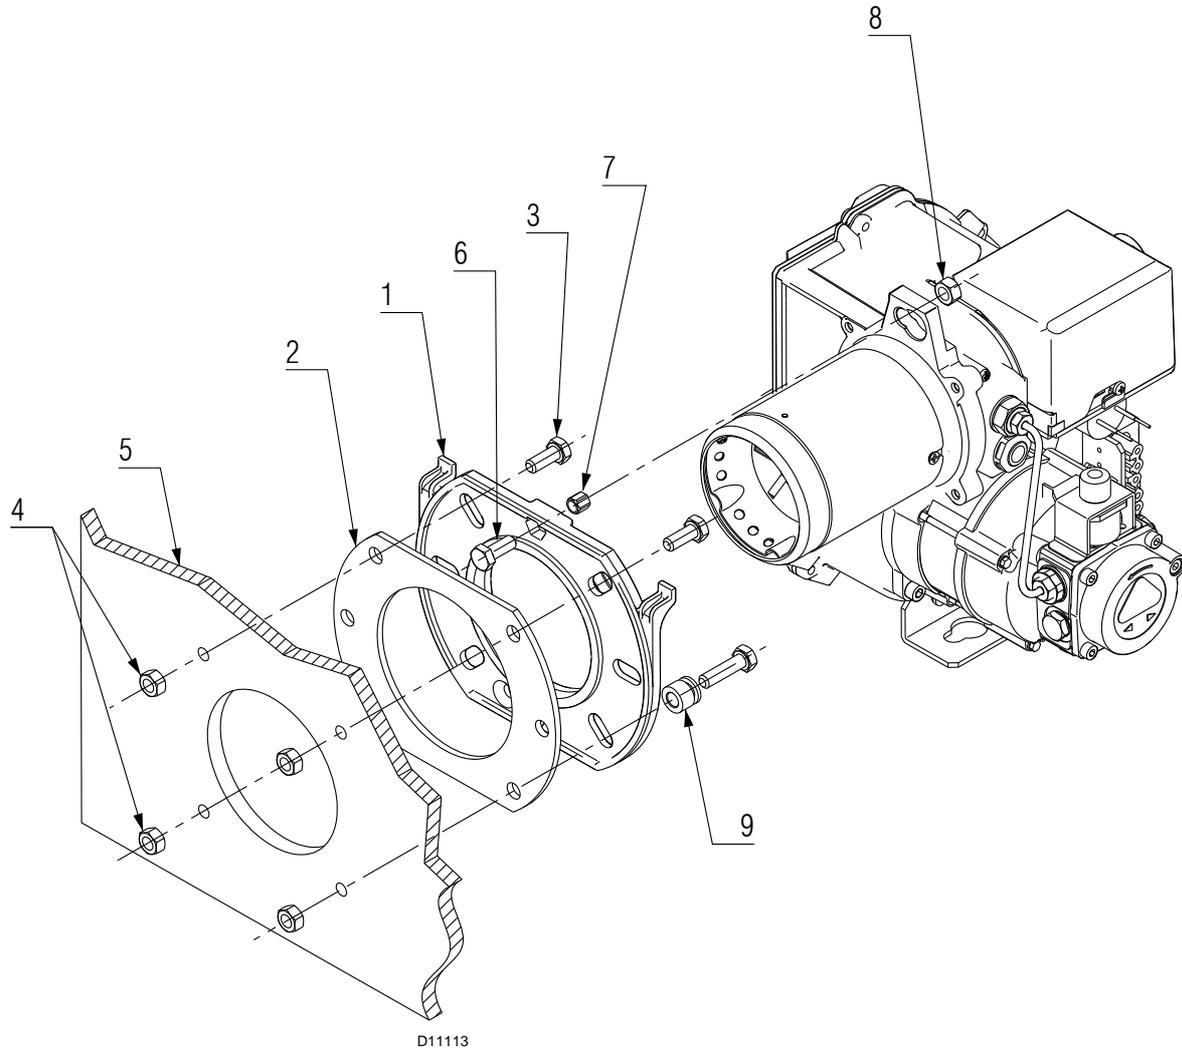

Fig. 6
- placer la vis 6) et les deux écrous 7) et 8) sur la bride 1)(Fig. 6).
- Elargir les trous de l'écran isolant 2)(Fig. 6) si nécessaire, en veillant à ne pas l'abîmer.
- Fixer la bride 1) sur la chaudière 5) en interposant le joint isolant 2) à l'aide des vis 3) et (si nécessaire) des écrous 4)(Fig. 6).
- Pendant le montage, placer la douille 9)(Fig. 6) en utilisant la vis la plus longue fournie de série (M8X35).